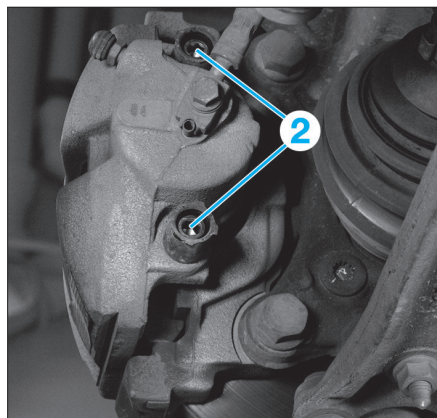

Fig. 3
- les vis de colonnettes (2) de l'étrier (Fig.3).